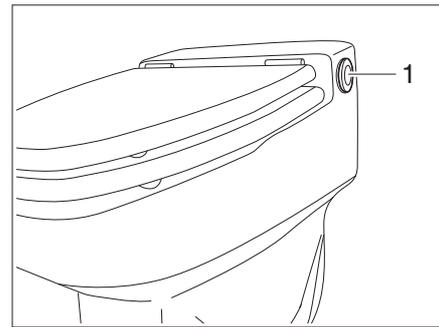

Bild 197 Spülknopf Zerhackertoilette
- Toilettenspülknopf (Bild 197,1) mehrfach drücken bis Wasser kommt.